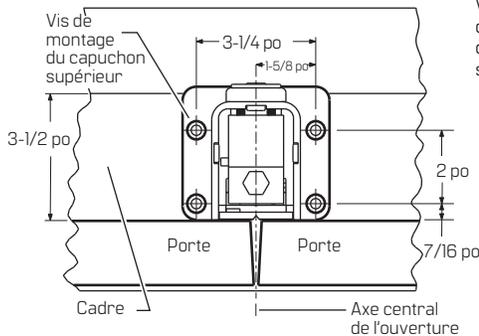

**Figure 4** Installation du raccord inférieur (vue de dessus)
- 2.1 Centrer le raccord inférieur sur le sol entre les portes fermées et au ras de celles-ci. Voir la **figure 4**.